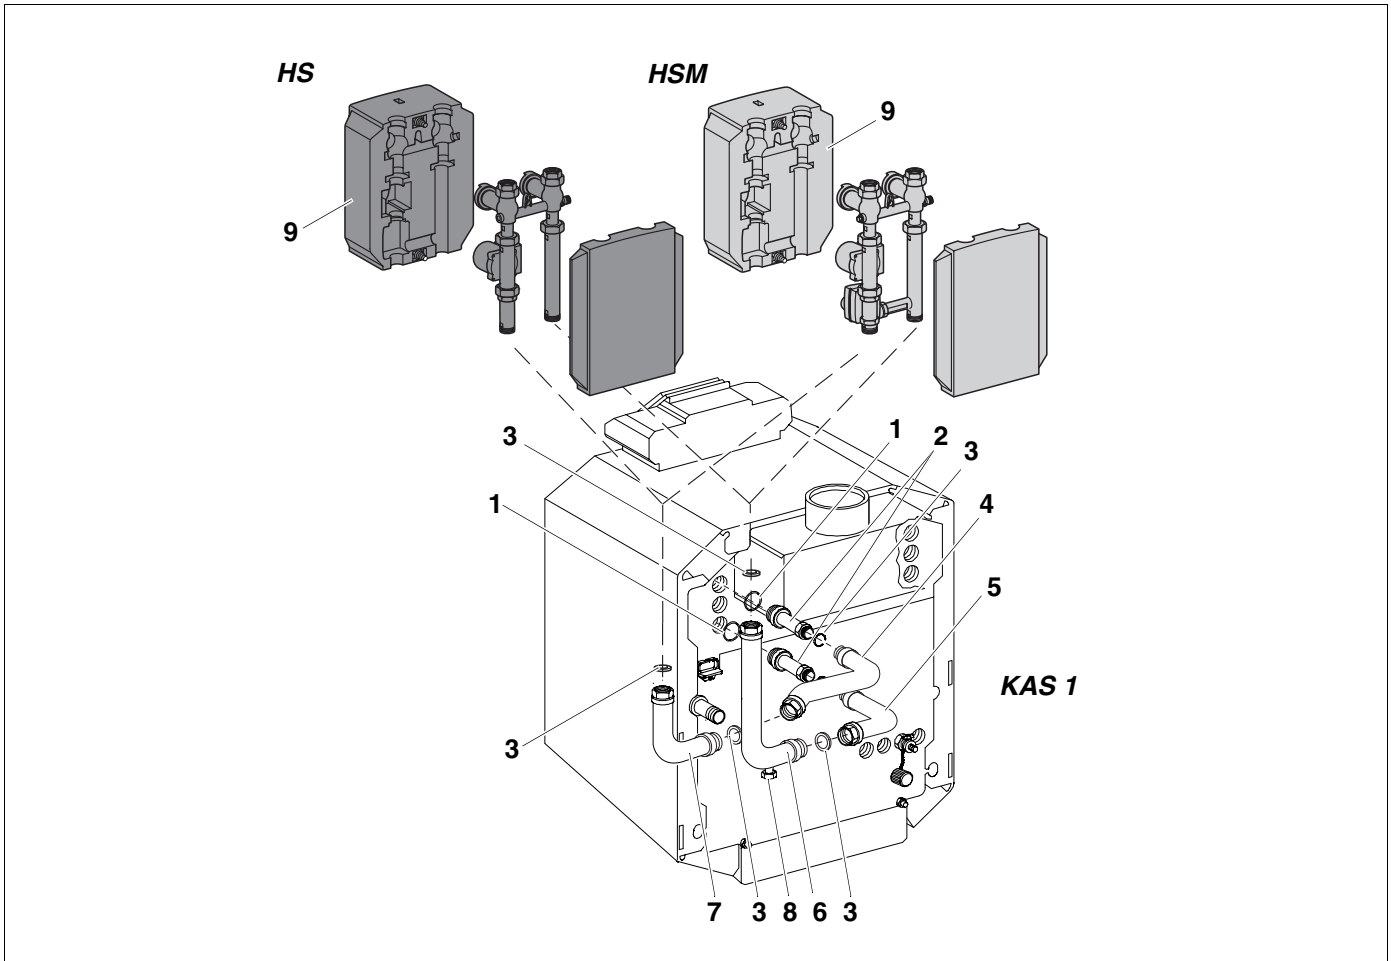

Abb. 5 Rechtsanbau KAS 1
Legende zu Abb. 5
- Dichtung (3) in Rohr A (4) einlegen und locker mit Rohr D (7) verschrauben.
- Rohr D (7) senkrecht ausrichten und Verschraubung fest anziehen.
- Einschraubstutzen (2) mit eingelegtem O-Ring (1) in den Kesselrücklauf einschrauben.
- Am langen Schenkel des Rohres B (5) eine Dichtung (3) in die Überwurfmutter einlegen. Rohr B (5) locker mit dem Einschraubstutzen verschrauben.
- Dichtung (3) in Rohr B (5) einlegen und locker mit Rohr C (6) verschrauben.
- Den langen Schenkel von Rohr C (6) senkrecht ausrichten und Verschraubung fest anziehen.
- Dichtungen (3) in die oberen Verschraubungen der senkrechten Rohrstücke einlegen.
- Heizkreis-Set ohne (HS) oder mit Mischer (HSM) entsprechend Abb. 5 auf die Rohrstücke aufsetzen, die beiden Verschraubungen anziehen und auf Dichtheit prüfen.
- Wärmedämmschalen (9) von beiden Seiten auf das jeweilige Heizkreis-Set aufschieben und mit den Kunststoffschrauben leicht verschrauben.